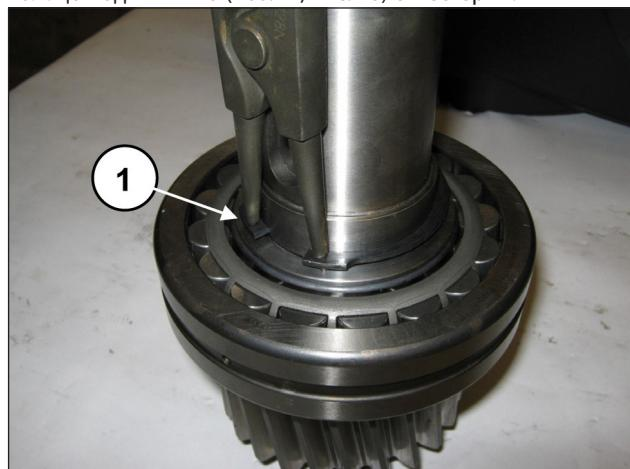
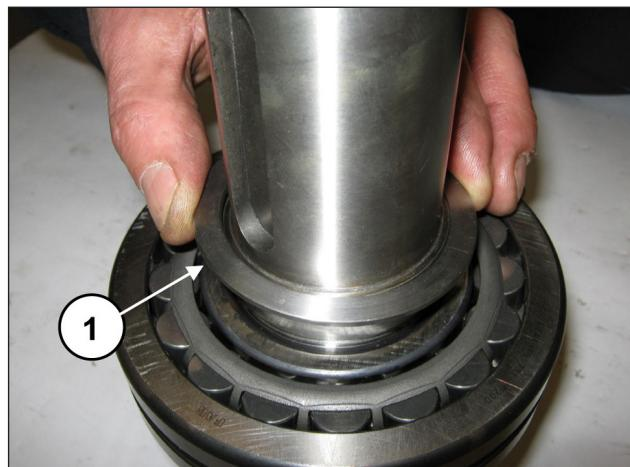

Рис. 9
Рис. 10
Снимите стопорное кольцо Ø55 (поз. ①, Рис. 9) и опорное кольцо подшипника (поз. ①, Рис. 10) с шестерни.